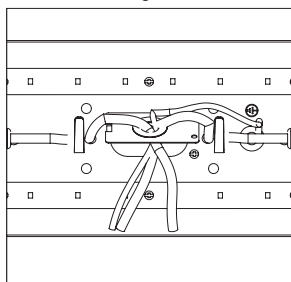

Fig. 4
4. Repérez la boîte de jonction sur la surface de montage et placez le luminaire de manière à ce que le trou ovale soit centré sur la boîte de jonction. Amenez les fils de courant de la boîte de jonction en les passant par le trou ovale (Fig. 4).